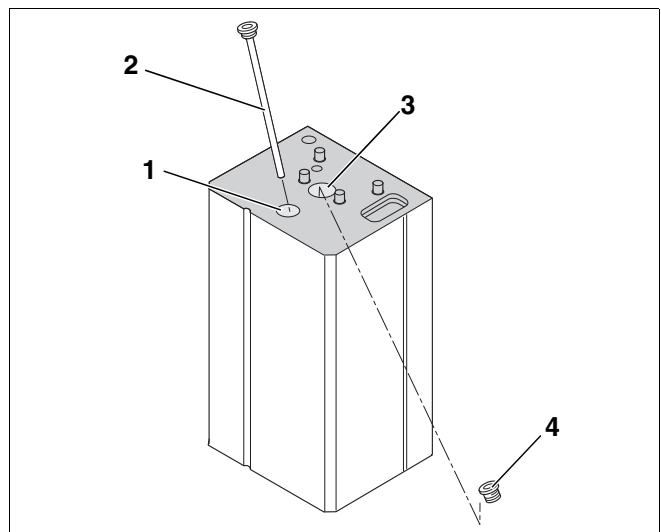

Fig. 12 Préparation du nettoyage
- ▶ Retirer le bouchon de fermeture de l'anode au magnésium (fig. 12, [1]).
- ▶ Dévisser l'anode au magnésium (fig. 12, [.2])
- ▶ Retirer le bouchon de fermeture de la trappe de visite (fig. 12, [3]) et dévisser le bouchon de la trappe de visite (fig. 12, [4]) avant le vérifier et de le remplacer, si nécessaire.
- ▶ Étanchéifier l'anode au magnésium (fig. 12, [2]).
- ▶ Étanchéifier le bouchon de la trappe de visite (fig. 12, [4]).